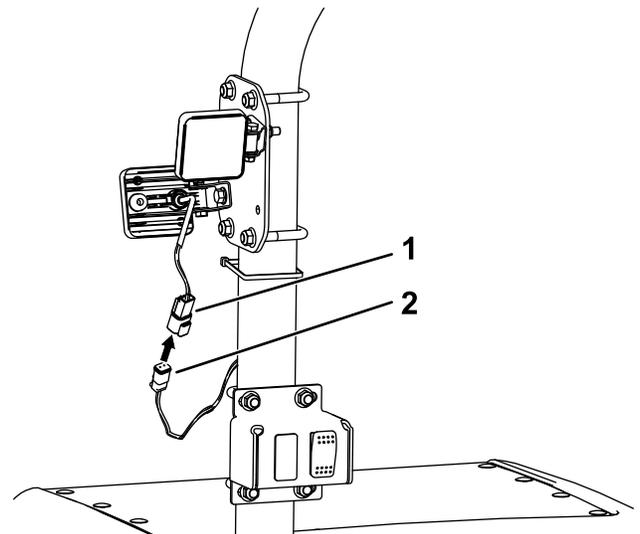

図 5
2. 作業用ライトにスクエアコネクタ4個を取り付け、大きいライトコネクタをスイッチに取り付ける図 5。